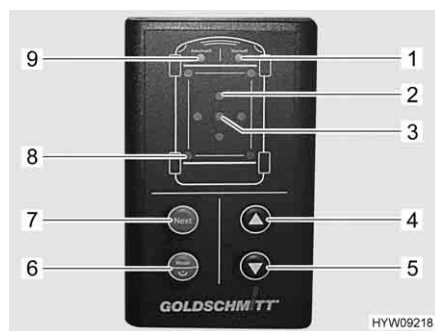

Fig. 42 Elemento di comando (piedini di stazionamento idraulici)
Quando la pendenza del veicolo è troppo elevata, il LED rosso "Inclinazione" (Fig. 42,2) lampeggia. Scegliere posizioni di sosta idonee; qualora non siano adatte, l'utilizzo dei piedini di stazionamento è a proprio rischio e pericolo.
Se a causa di un avvallamento del terreno viene raggiunta la lunghezza massima di uno dei piedini di stazionamento estratti, i LED "Funzionamento manuale" (Fig. 42,1) e "Modalità automatica" (Fig. 42,9) lampeggiano tre volte. In tal caso, chiudere i piedini di stazionamento, posizionare un supporto sotto il piedino interessato e ripetere la procedura.
- Tenere premuto per più di 1 secondo il tasto "On/Off/modalità di funzionamento" (Fig. 42,6). Dopo l'accensione, viene emesso un segnale acustico e il LED "Modalità automatica" (Fig. 42,9) si attiva.
- Premere brevemente il tasto "On/Off/modalità di funzionamento" (Fig. 42,6). La modalità di funzionamento può essere impostata su funzionamento manuale o modalità automatica. Il LED corrispondente (Fig. 42,1 o Fig. 42,9) si illumina.
- Premere il tasto "Apertura" (Fig. 42,5). La procedura di regolazione viene eseguita autonomamente. I LED "Piedino di stazionamento" (Fig. 42,8) lampeggiano quando i piedini di stazionamento sono in movimento. Se il veicolo è dotato di puntelli ribaltabili: Il movimento dei piedini di stazionamento si arresta dopo che questi sono stati ribaltati per consentire di posizionare sotto un supporto. Il LED "Modalità automatica" (Fig. 42,9) lampeggia rapidamente.
- Premere di nuovo il tasto "Apertura" (Fig. 42,5). La procedura di regolazione prosegue.
- Premere il tasto "Chiusura" (Fig. 42,4). I piedini di stazionamento si ritraggono completamente. I LED "Piedino di stazionamento" (Fig. 42,8) lampeggiano quando i piedini di stazionamento sono in movimento.
- In modalità automatica, premere brevemente il tasto "On/Off/modalità di funzionamento" (Fig. 42,6). Il LED "Funzionamento manuale" (Fig. 42,1) si illumina.
- Prestare attenzione ai LED "Inclinazione" (Fig. 42,2). Se un LED è illuminato, significa che il veicolo deve essere sollevato in corrispondenza del lato indicato.
- Premere il tasto "Next" (Fig. 42,7) fino a quando viene selezionato il paio di piedini di stazionamento desiderato. I relativi LED "Piedino di stazionamento" (Fig. 42,8) si illuminano.
- Premere il tasto "Chiusura" (Fig. 42,4) o "Apertura" (Fig. 42,5) fino al raggiungimento della posizione desiderata.
- Premere di nuovo il tasto "Next" (Fig. 42,7) fino a quando viene selezionato un altro paio di piedini di stazionamento. Proseguire con la procedura fino al completo allineamento del veicolo. Il veicolo è allineato quando il LED verde "Posizione ok" (Fig. 42,3) si illumina.
- Premere contemporaneamente i tasti "On/Off/modalità di funzionamento" (Fig. 42,6), "Apertura" (Fig. 42,5) e "Chiusura" (Fig. 42,4) e tenerli premuti per 3 secondi.
- Dopo la conferma acustica e l'illuminazione del LED "Posizione ok" (Fig. 42,3), rilasciare i tasti. La posizione viene salvata come Posizione ok.